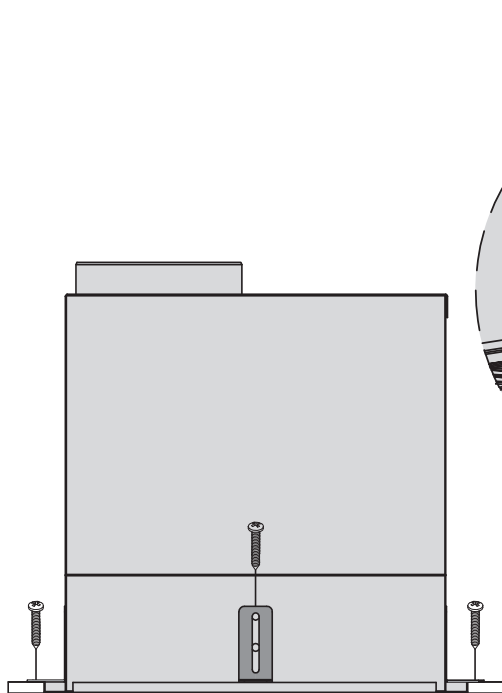

Figure 3
- À l'aide des vis de montage appropriées (non incluses), fixez les supports de montage à la base de la hotte (voir les figures 3, 4 et 5).